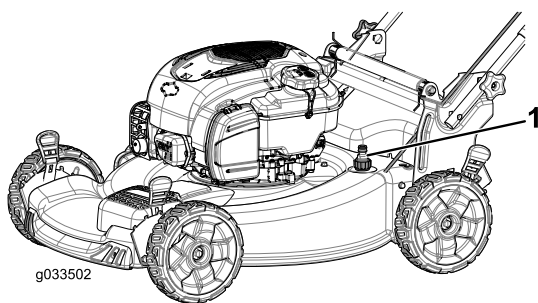

図 26
4. 洗浄ポートにホースを接続し、ホースを水道栓につなぐ(図26)。